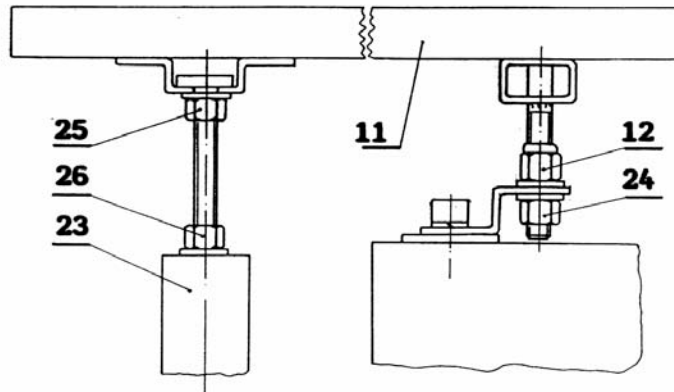

Рис. 2 Монтаж плиты стола
ВНИМАНИЕ! При устанавливании раскройной машины нельзя использовать держатель плиты стола на раме (поз.12 рис.2 и 5).
например для транспортировки, не трогать верхних (заблокированных от откручивания) гаек (12) рис.2 и 5
После установки стола на машину надо подкрутить нижние гайки (24) рис. 2, а затем вставить ноги (23) в специальные гнезда под плитой стола и закрутить гайки (25). Покручивая ногами (23), довести до их контакта с полом и закрутить гайки (26). Гайки (24), (25) и (26) надо докручивать ключом № 19.